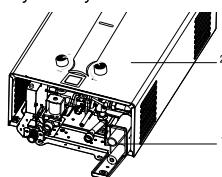

Рис. 1
- Перед включением водонагревателя необходимо установить батарейки (рис. 1). Отsek батареи (1) находится в нижней правой части водонагревателя. Для доступа к нему снимать кожух не нужно.